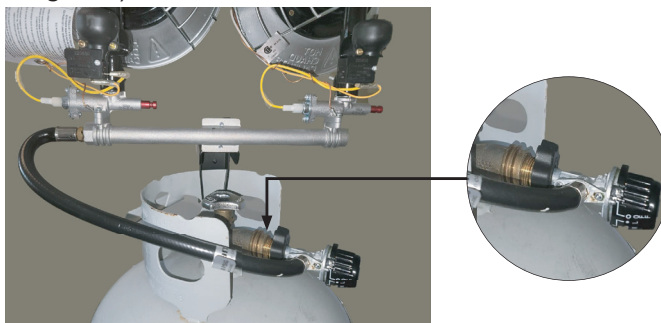

Figure 6
- Assurez-vous que le régulateur de chauffage est en position «OFF». Insérez le connecteur du régulateur dans la valve du réservoir et tournez à gauche (dans le sens inverse des aiguilles d'une montre) avec la main autant que possible. Ne pas trop serrer. (Voir Figure 6)